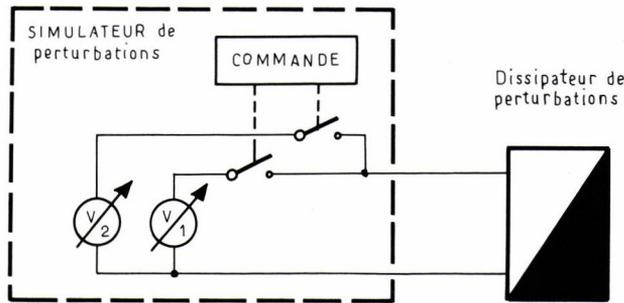

Fig. 18 : Simulation de la variation sur le réseau.
- les interruptions fugitives en fluctuations de plusieurs de l'ordre des millisecondes (fig. 17). La figure 18 montre l'installation de simulation.